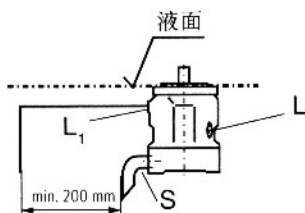

图1
- 当油箱的最低液面和泵的安装法兰面同高或更高时，将“L”口堵死而将“L₁”和“S”打开；推荐“L₁”和“S”口如图1接上管道。